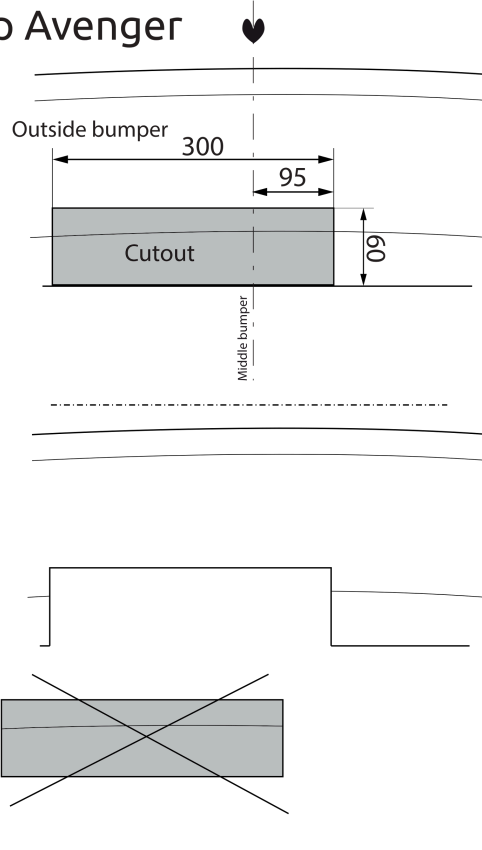

Fig. 15
16. Выпилить часть из бампера в середине снизу, как указано на рис. 15 -> 27.